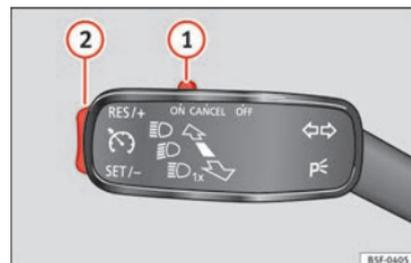

Fig. 39 À esquerda da coluna de direção: interruptor e comandos de utilização do GRA.
- **Ligar o GRA:** desloque o interruptor ➤ ➤ ➤ Fig. 39 ① até **ON**. O sistema está ligado. O sistema não regula por não ter qualquer velocidade programada.
- **Ativar o GRA:** pressione o botão ➤ ➤ ➤ Fig. 39 ② na zona **SET/-**. A velocidade atual é memorizada e regulada.
- **Desligar o GRA temporariamente:** desloque o interruptor ➤ ➤ ➤ Fig. 39 ① até **CANCEL** ou pise o travão. A regulação é desativada temporariamente.
- **Ligar novamente o GRA:** pressione o botão ➤ ➤ ➤ Fig. 39 ② em **RES/+**. A velocidade memorizada é guardada e regulada novamente.
- Desligar o GRA: desloque o interruptor »» **Fig. 39** ① para **OFF**. Desliga-se o sistema e a velocidade memorizada apaga-se.